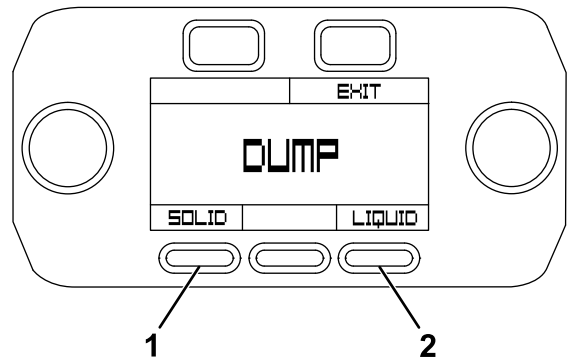

Figura 52
4. En la pantalla de descarga, seleccione el material que desea descargar con el interruptor (Figura 52). Pulse el botón Solid (sólido) para descargar solamente el material que está en la tolva del esparcidor. Pulse el botón Liquid (líquido) para descargar solamente la solución del depósito. Puede seleccionar y descargar ambos materiales al mismo tiempo.